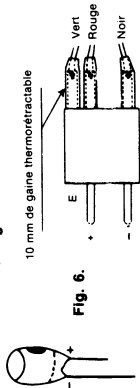
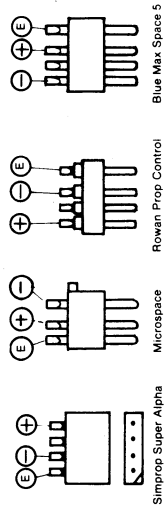

Fig. 6.
Fig. 7. - Adaptation à divers récepteurs.
Si le servomoteur est destiné à fonctionner avec un ensemble de radiocommande de l'une des marques déjà citées, on se référera à la fig. 7 représentant différents schémas de branchement. La fig. 3c montre les valeurs de résistances à adopter en fonction du neutre désiré des servomoteurs. On peut ainsi voir sur la courbe que pour un servo Robbe-Digital, par exemple (dont le neutre correspond à 1,35 ms) la résistance R3 sera de l'ordre de 19 k $\Omega$ .
Les éléments doivent être montés le plus près possible du circuit imprimé, bien respecter le positionnement du circuit intégré ainsi que la polarité des condensateurs au tantale (fig. 6). N'utiliser que la soudure livrée dans le kit, surtout ne jamais employer de soudure décapante.
- ( ) Examiner les connecteurs de la prise 3 broches, respectant ensuite les prises sur cette dernière en respectant le schéma de branchement (voir schéma fig. 6). Si le servo est destiné à fonctionner avec un autre ensemble de radiocommande, par exemple : Multiplex Royal, Simprop Digi 2.7, Simprop Super-Alpha, Rowan Prop-control, Blue-Max, Robbe-Digital, Space Commander, Micro-space, etc., respecter les connexions indiquées, fig. 7.